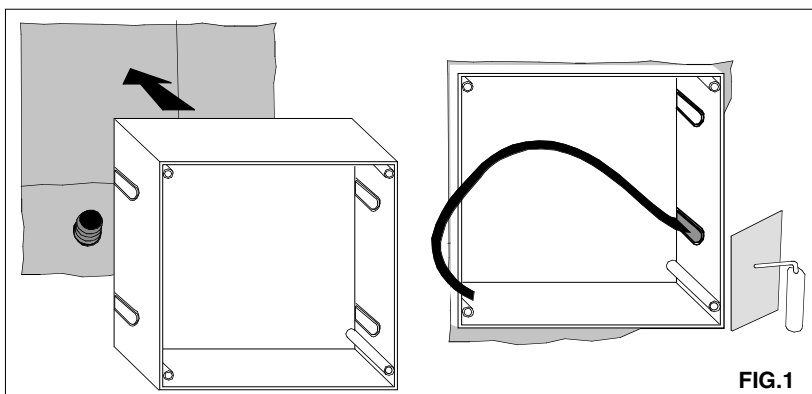

FIG.1
- Immurare la cassetta di alloggiamento.(FIG.1)
- Wall up the housing.(FIG.1)
- Encastrer le pot d'encastrement.(FIG.1)
- Das Gehäuse einmauern.(FIG.1)